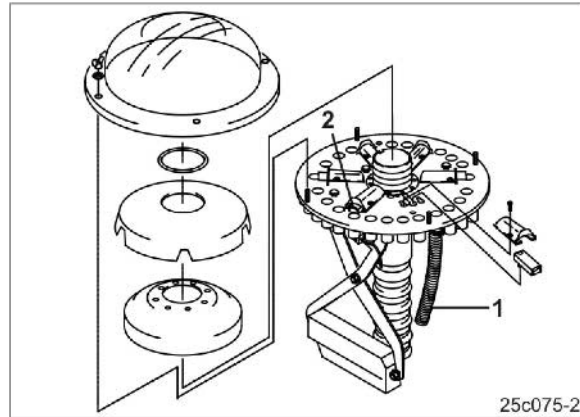

Fig. 126
- Die Saatleitungsrohre (Fig. 126/1) der Fahrgassenschare müssen an den Verteilerkopföffnungen befestigt sein, die von den Schiebern (Fig. 126/2) geschlossen werden können.
Zum Anlegen von zwei Spuren können pro Spur im Verteilerkopf von den Schiebern (Fig. 126/2) geschlossen werden:
- Nicht benötigte Schieber (Fig. 126/2) deaktivieren.